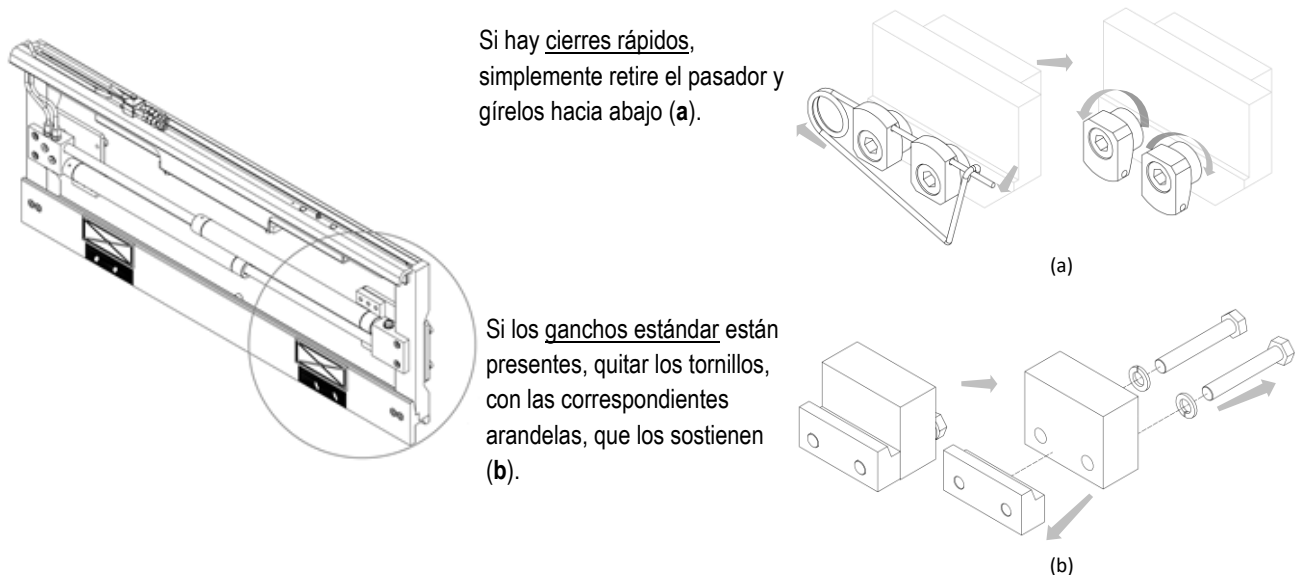

Figura 10
4. Quitar los ganchos del equipo (mira *Figura 10*).